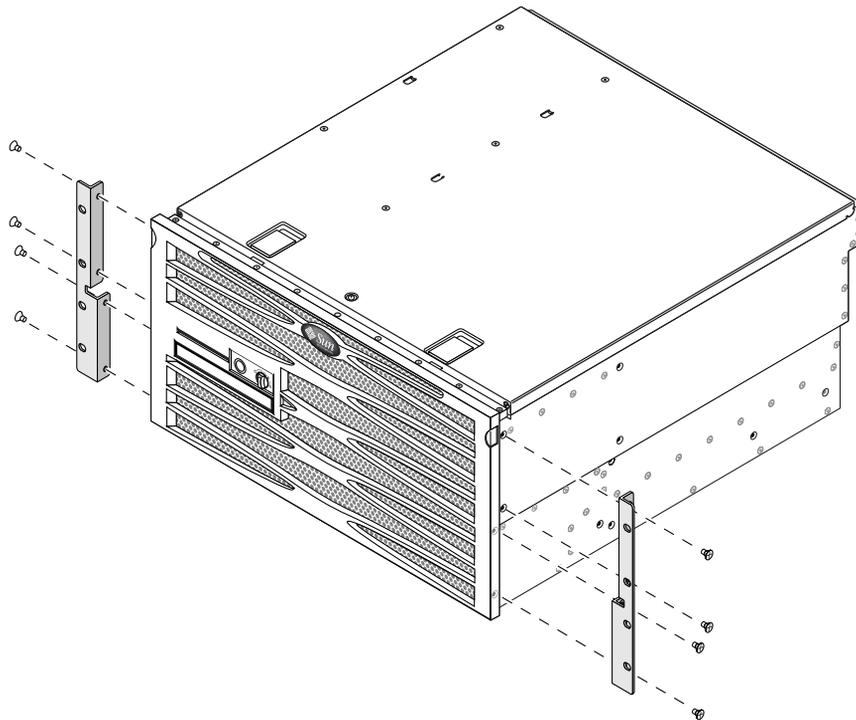

FIGURE 3-2 Fixation des supports de montage fixe sur le serveur
2. À l'aide de huit des vis cruciformes à tête plate M5 × de 8 mm (quatre pour chaque support), fixez les supports de montage avant de part et d'autre du serveur (voir FIGURE 3-2).